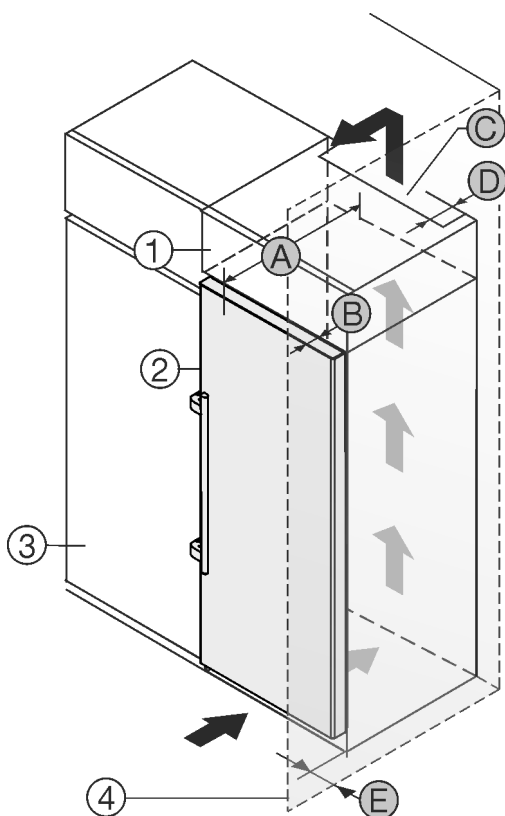

Fig. 2
Можете да поставите уреда непосредствено до кухненския шкаф Fig. 2 (3)*.
От задната страна на шкафа-пристройка трябва да има вентилационен отвор с дълбочина Fig. 2 (D) по цялата ширина на шкафа-пристройка.*
Под тавана на помещението трябва да е спазено сечението за вентилация Fig. 2 (C)*.
Когато уредът се поставя с пантите до стена Fig. 2 (4), разстоянието между уреда и стената трябва да е поне 57 mm . Това отговаря на разстоянието, с което дръжките стърчат при отворена врата.*
За да можете да отворите вратата изцяло, уредът трябва да е издаден с дълбочината на вратата Fig. 2 (B) спрямо челото на кухненския шкаф. В зависимост от дълбочината на кухненските шкафове Fig. 2 (3) и използването на детайли за отстояние от стената, уредът може да излезе още по-напред.*